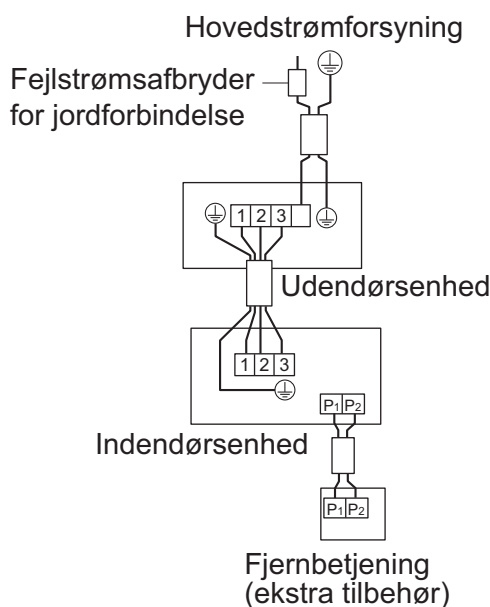

Fig. 34
- **Partype:** 1 fjernbetjening styrer 1 indendørsenhed (standardsystem). (Se fig. 34)